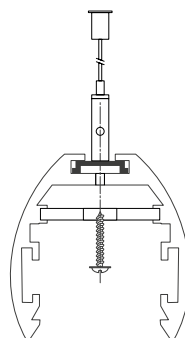

Рис. 3. Установка шинопровода на подвес
- 3.2. Закрепите на шинопроводе держатели подвеса MAG-HANG-2540-L3000 (SL), арт. 034751 (Рис. 3). Закрепите ответную часть подвесного крепления на потолке.